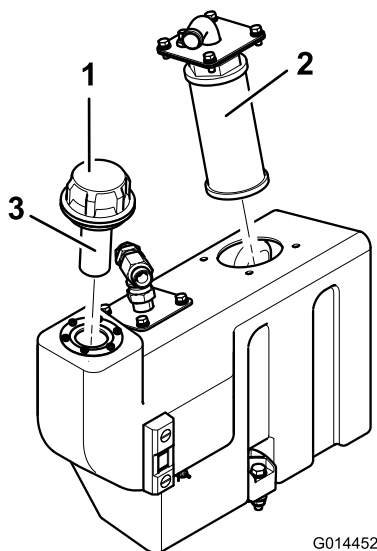

Figura 89
2. Rimuovete la flangia di aspirazione del serbatoio dell'olio per poter raggiungere la succhieruola (Figura 89).
3. Svitare la succhieruola, rimuoverla e pulirla con paraffina o benzina prima di montarla (Figura 89).